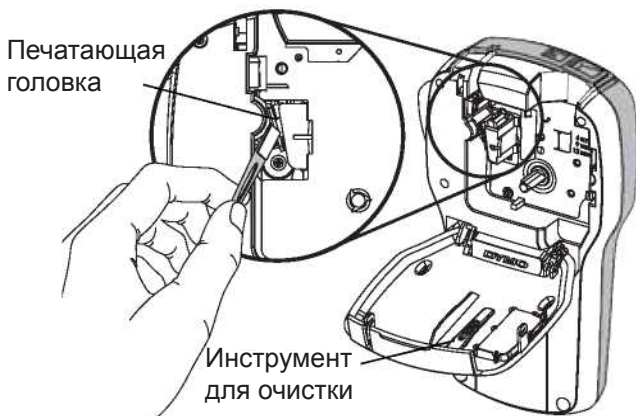

Рисунок 7
- 2 Нажмите и удерживайте кнопку отрезания для доступа к лезвию ножа. См. рис. 7.